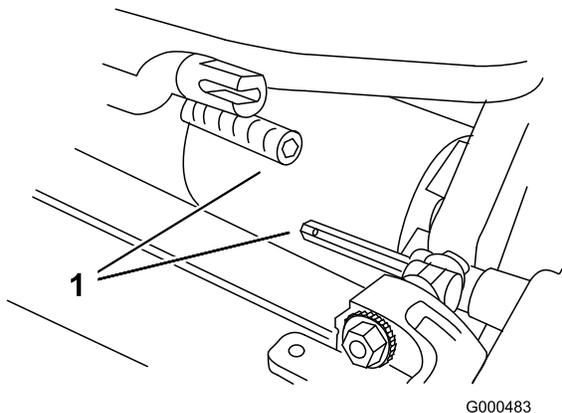

図 5
3. カッティングユニットをトラクションユニットの下に押し込み、次に左に押してトランスミッションのカップリングに接続する (図 5)。